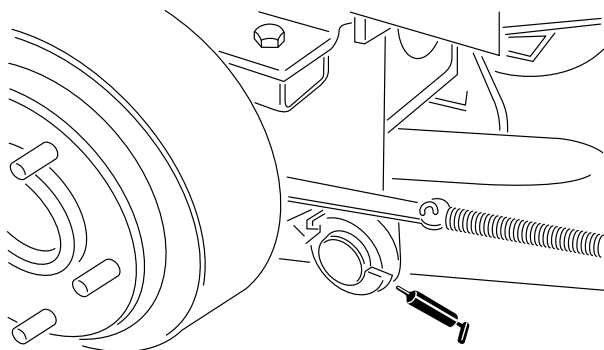

Figura 16
- perni girevoli del braccio di sollevamento destro e sinistro (Figura 16)